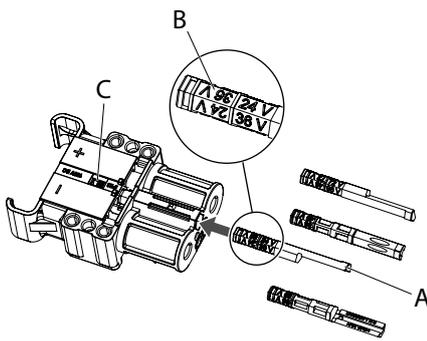

Abb. 47:
- Den Kodierstift (Abb. 47/A) für die benötigte Spannung so drehen, dass die Spannungsangabe nach oben zeigt.
- Für die Batteriedosen ist die Spannungsangabe am hinteren Teil des Kodierstifts maßgebend (Abb. 47/B).
- Die Spannungsangabe (B) auf dem Kodierstift muss nach dem Einsetzen im Gehäuseausschnitt (Abb. 47/C) sichtbar sein.
- Die Spannungsangabe (B) auf dem Kodierstift muss jetzt im Gehäuseausschnitt (C) sichtbar sein.